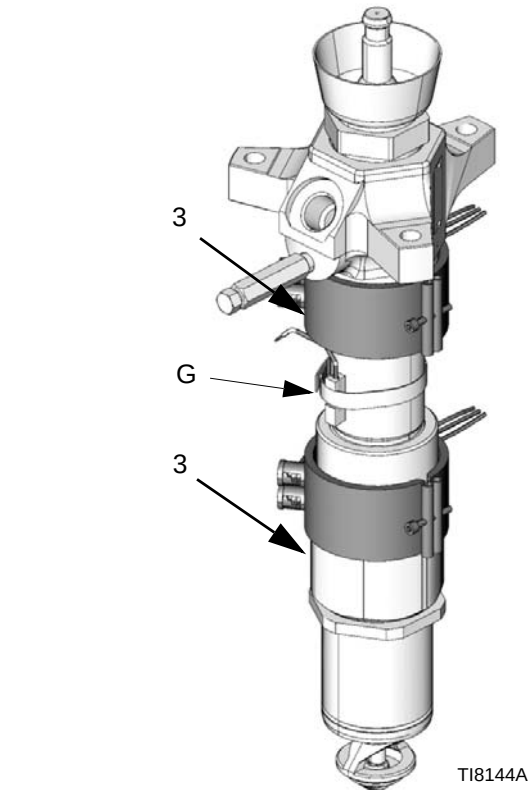

图 25
2. 断开加热带（3）的电气接线。见 图 25。
3. 松开将传感器固定在泵上的夹子（G）。见 图 25。